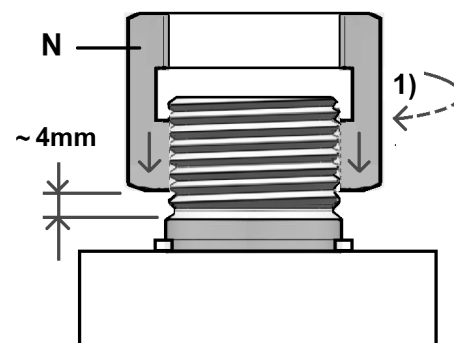

Fig 10
1) Schrauben Sie die Differentialmutter (N, Fig 10) auf die Maschinenspindel.